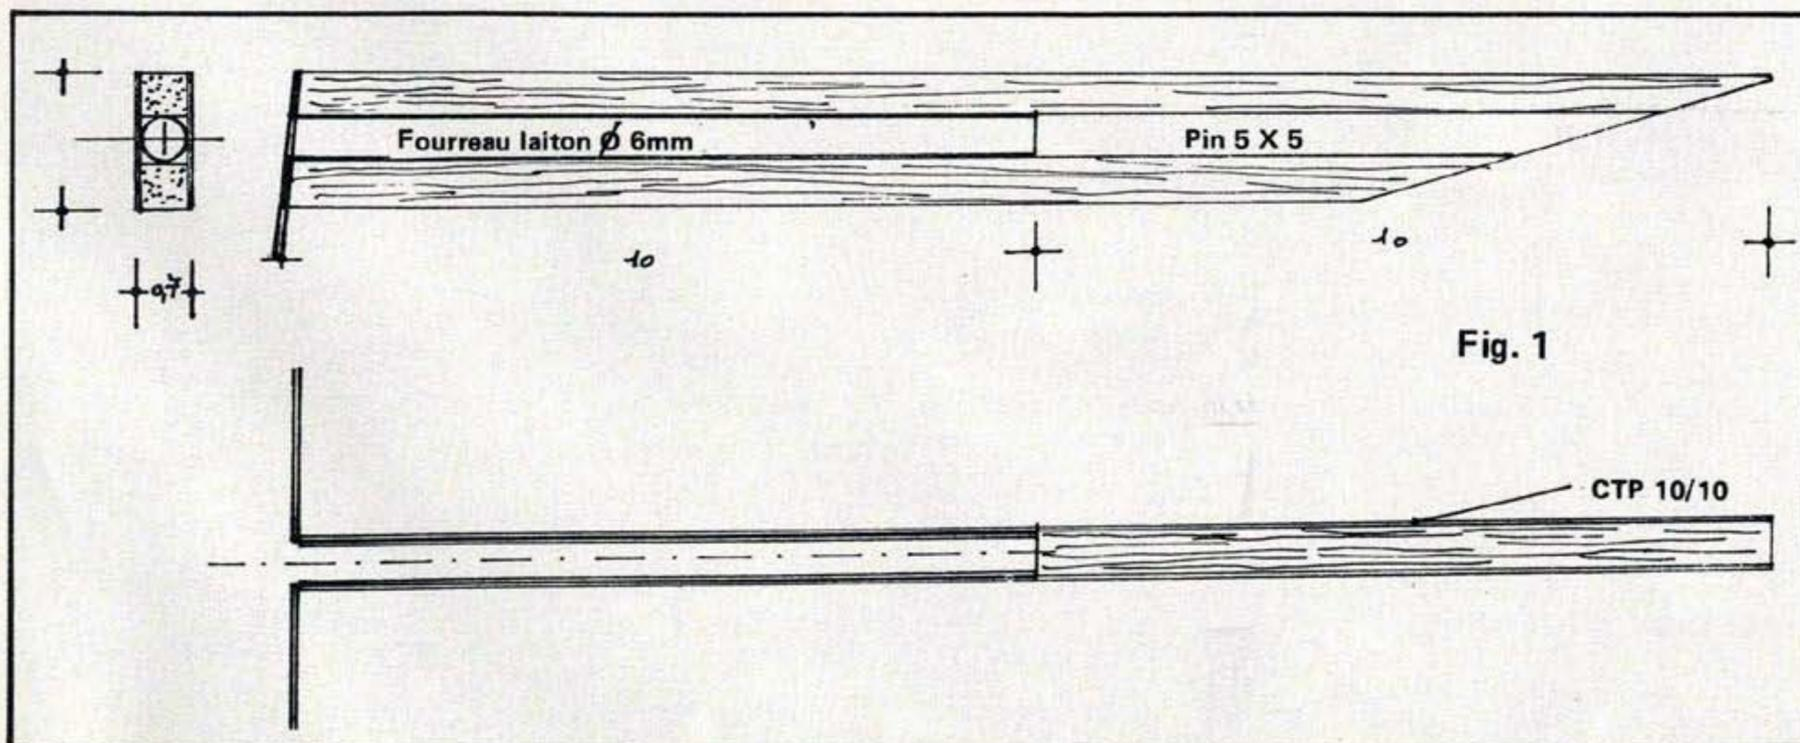

Fig. 1
**1 - L'aile :** elle est prévue à l'origine en 1,80 m et d'une seule pièce, solution logique pour un appareil destiné aux possesseurs de 4 m, et donc facilement transportable par eux. Evidemment ce n'est pas mon cas (désolé, je ne peux jamais faire comme tout le monde), j'ai donc prévu un démontage en deux parties. La finition de la voilure par vis centrale étant difficile à conserver, elle a été éliminée (mais pas bue) au profit de la bonne vieille méthode des élastiques. Voici ce que ça donne (fig. 1).